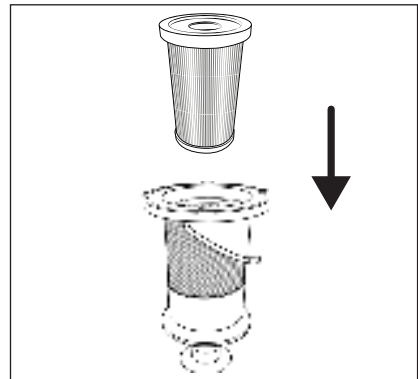

Abb. 22
① Hinweis
- 7) Setzen Sie den HEPA-Filter **5** in den Edelstahlfilter **6** ein (siehe Abb. 22).